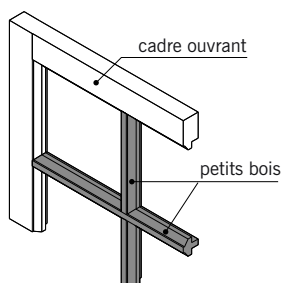

fig. 11.11
■ le **petit bois** (fig. 11.11 et 11.12) : baguette horizontale ou verticale en bois, métal ou PVC, mise en place dans les châssis vitrés des fenêtres et des portes-fenêtres. Les petits bois ou **croisillons** peuvent soit diviser réellement les vitrages, soit faire partie d'un cadre mobile ou non appliqué sur le verre. Il existe aussi des petits bois intégrés dans l'épaisseur de la lame d'air d'un double vitrage.